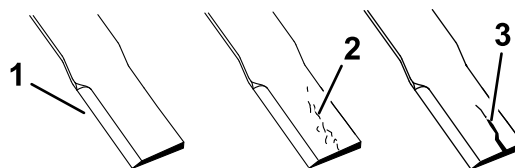

Figure 8
1. Examinez le tranchant des lames (Figure 8).
4. Si vous constatez que la lame est usée ou fissurée, remplacez-la immédiatement (Figure 8).